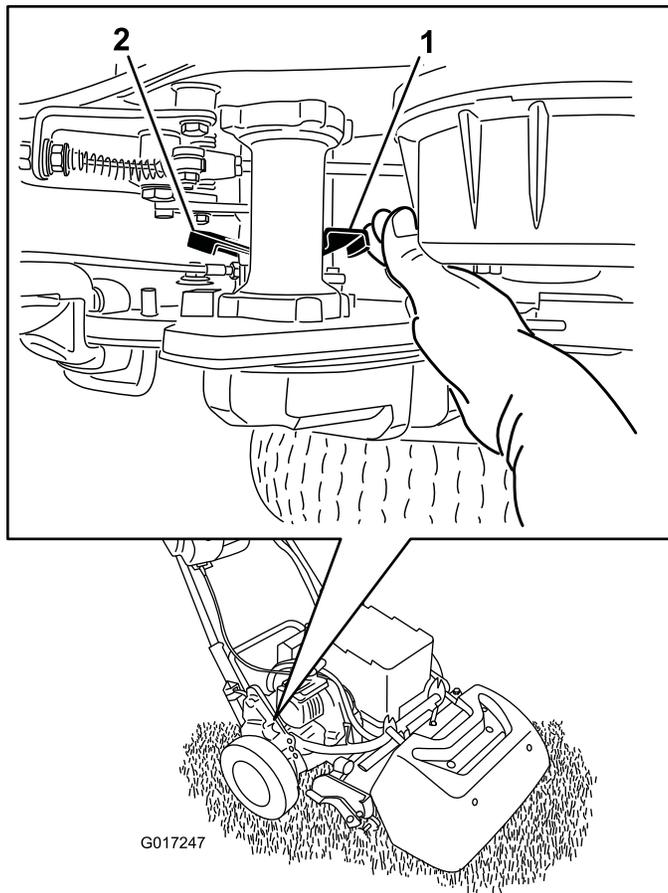

图38
1. 在机器的右后角，找到靠近驱动装置壳体轮鼓的牵引接合/分离控制杆（图38）。